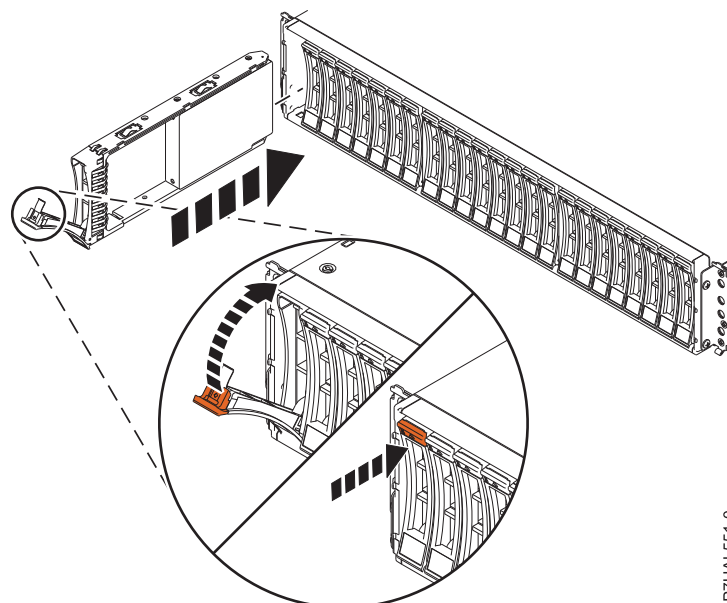

図 10. ディスク・ドライブ・エンクロージャーへのディスク・ドライブの取り付け
2. ハンドルがロック解除位置になっている状態で、ディスク・ドライブの底部を支えながら、ディスク・ドライブをディスク・ドライブ・エンクロージャーのガイド・レールと位置合わせします。例については、11 ページの図 10 を参照してください。